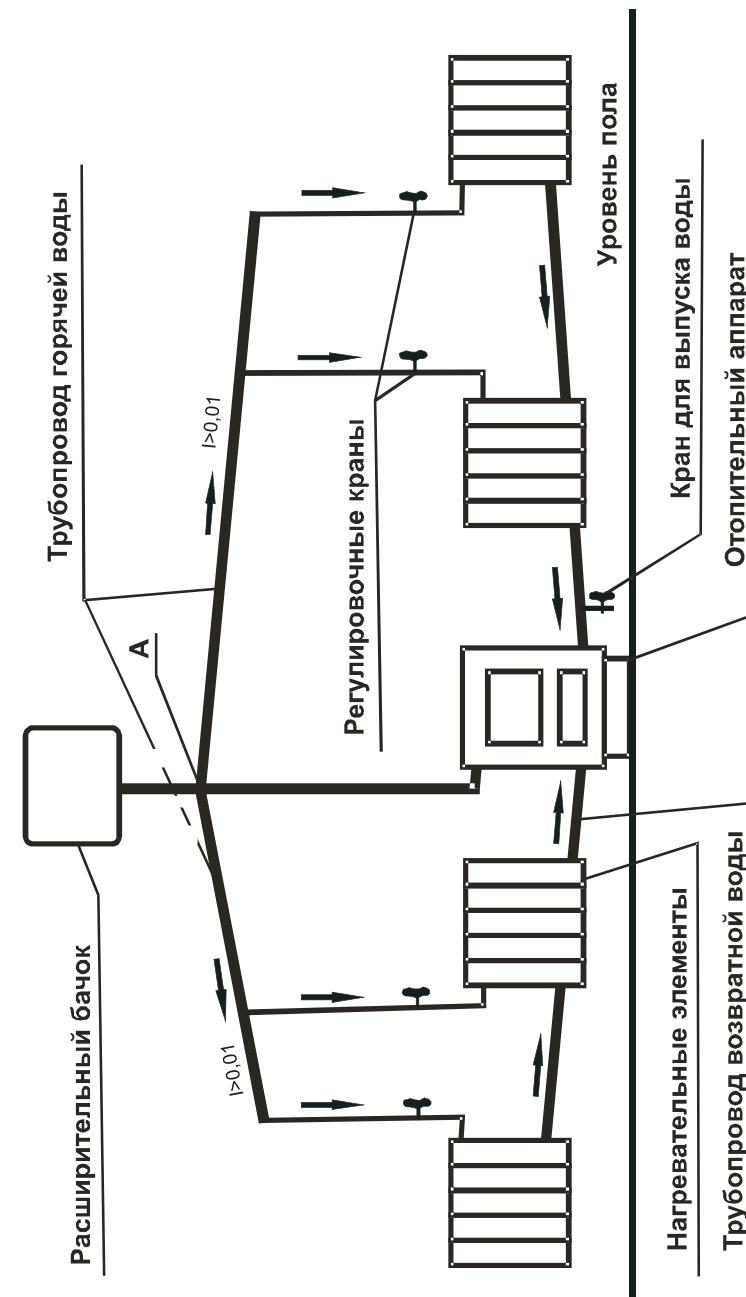

Рис.2 Схема системы отопления.
Принцип работы котла — естественная циркуляция воды в отопительной системе за счет разности температур. Принципиальная схема системы отопления на основе котлов КОТВ с естественной циркуляцией теплоносителя приведена на рис.2.
6.1. Монтаж котла и отопительной системы производить в соответствии со схемой (рис. 2). Допускается производить монтаж и по другим схемам, обеспечивающим нормальную работу системы.